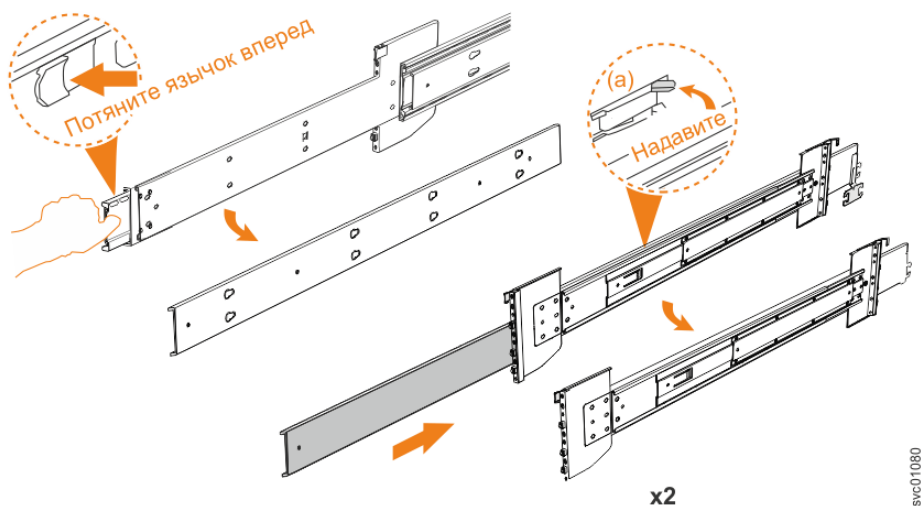

Рисунок 55. Отсоединение внутренней части направляющей
3. Удалите внутренний элемент направляющей. Нажмите на фиксатор (a) и вставьте средний элемент направляющей обратно, как это показано на рисунке Рисунок 55 на стр. 57.